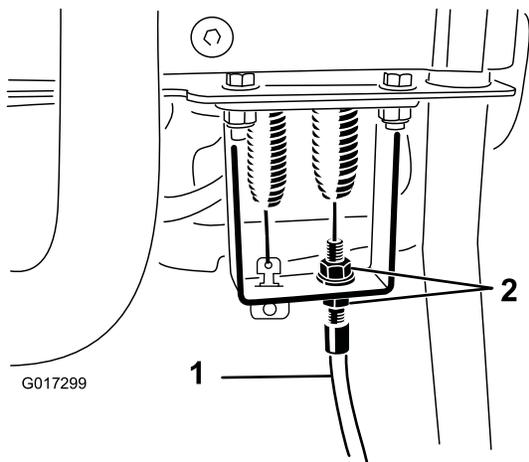

Figura 47
4. No anteparo da alavanca de controlo, soltar o cabo de controlo do cilindro até haver folga no cabo (Figura 47).